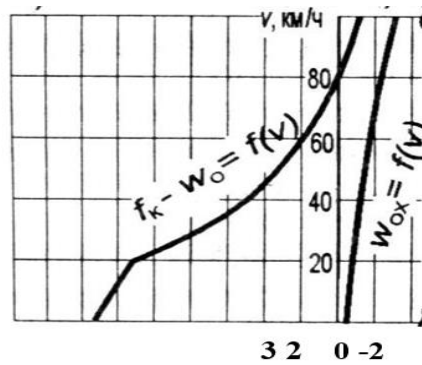

Рис. 2
5. Определить равнодействующую всех сил в режиме тяги при движении по уклону $i = 3 \text{ ‰}$ на кривой $R = 700 \text{ м}$ при скорости $v = 60 \text{ км/час}$ (рис. 2).